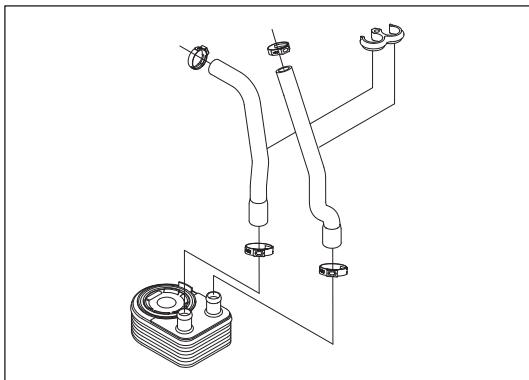

Рис. 10-3-2. Хомуты подводящего и отводящего шлангов ОЖ
- (1) Снять подводящую и отводящую трубы охлаждающей жидкости масляного радиатора:
- а) Снять хомуты подводящего и отводящего шлангов охлаждающей жидкости как изображено на рис.10-3-2.